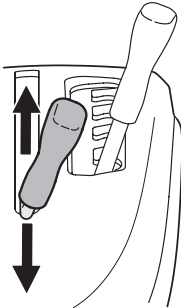

Figura 17
2. Empuje la palanca de PTO (Acople de Cuchillas) hacia adelante hasta la posición acoplada (ON). Consulte la Figura 17.